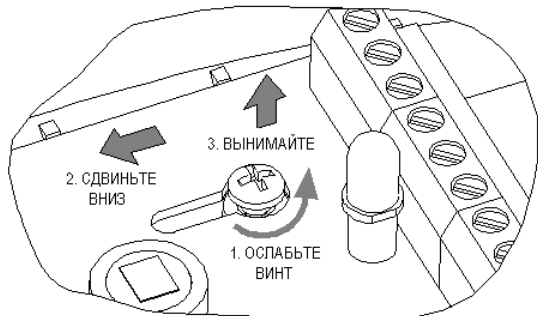

Рисунок 4. Снятие печатной платы
- Ослабьте винт вертикальной настройки, сдвиньте печатную плату (Рисунок 4)
- Снимите печатную плату (Рисунок 4) и временно отложите ее